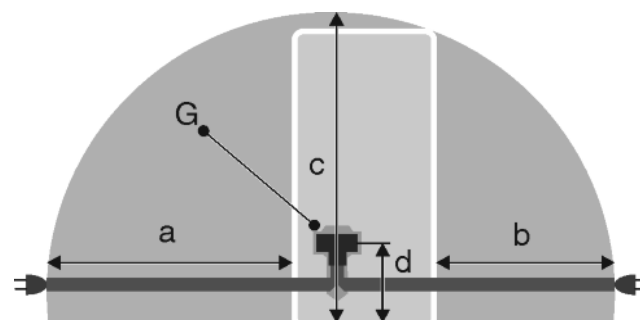

Fig. 25
- De contactdoos bevindt zich buiten het bereik van de achterzijde van het apparaat in het desbetreffende gedeelte *Fig. 25 (a, b, c)*.
- ▶ Breng de apparaatstekker *Fig. 25 (G)* aan de achterzijde van het apparaat aan. Let op het correct vastklikken.